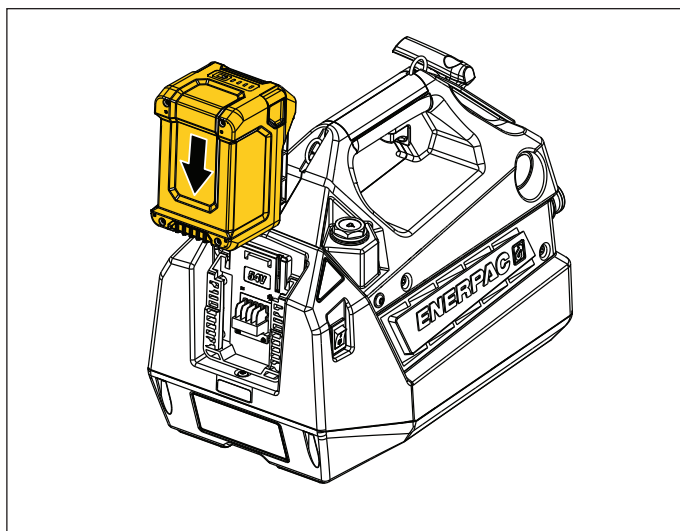

図6: バッテリー - 取り付け
- **バッテリーをポンプに取り付けるには:** バッテリーをポンプ後部のバッテリー接合部にスライドさせて挿入します。所定の位置にカチッとハマったことを確認してください。図6を参照してください。